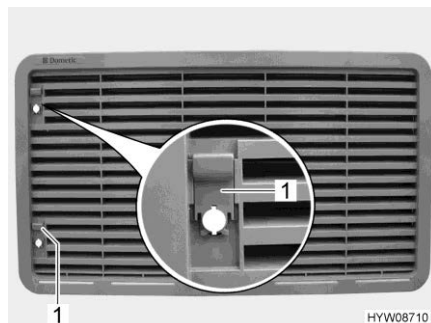

Fig. 183 Griglia di aerazione del frigorifero
- Spingere il cursore (Fig. 183,1) verso l'alto.